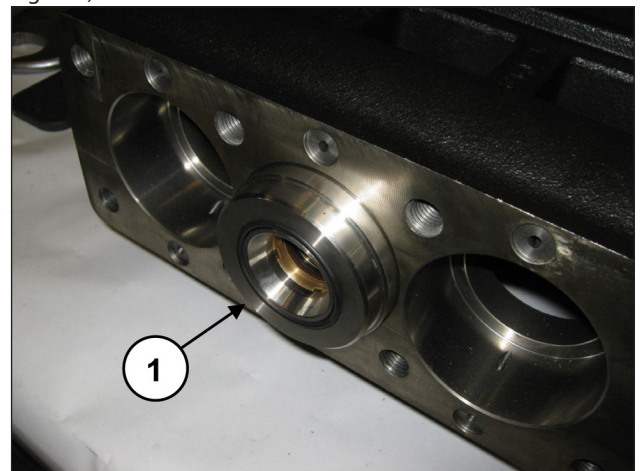

Fig. 169
Tourner l'arbre pour faire avancer le guide du piston de sorte que le tampon, en avançant à son tour, puisse chasser le support des joints et le groupe piston complet (rep. ①, Fig. 169).